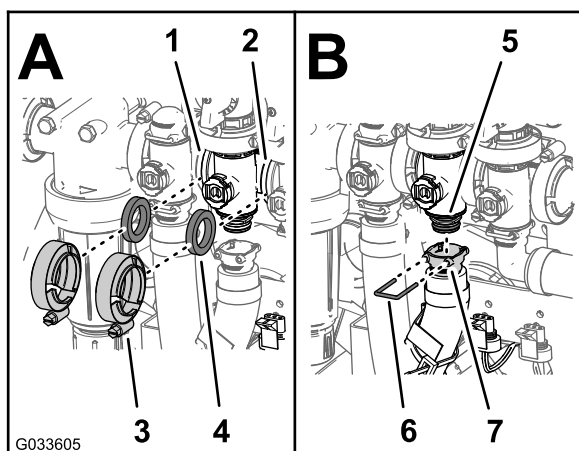

Рисунок 125
2. Смонтируйте перепускной клапан перемешивания, прокладку и коллектор клапана перемешивания с помощью фланцевого хомута, затянув его вручную (Рисунок 125).
3. Установите прокладку между фланцами клапана управления нормой внесения и коллектором клапана перемешивания (Рисунок 125А).
4. Смонтируйте клапан управления нормой внесения, прокладку и коллектор клапана перемешивания с помощью фланцевого хомута, затянув его от руки (Рисунок 125А).
5. Установите прокладку между фланцами коллектора клапана перемешивания и главного клапана стрелы (Рисунок 125А).
6. Смонтируйте коллектор клапана перемешивания, прокладку и главный клапан стрелы с помощью фланцевого хомута, затянув его от руки (Рисунок 125А).
7. Установите выпускной штуцер на штуцер муфты в нижней части коллектора клапана перемешивания (Рисунок 125В).
8. Закрепите выпускной штуцер на штуцере муфты, вставив держатель в гнездо выпускного штуцера (Рисунок 125В).